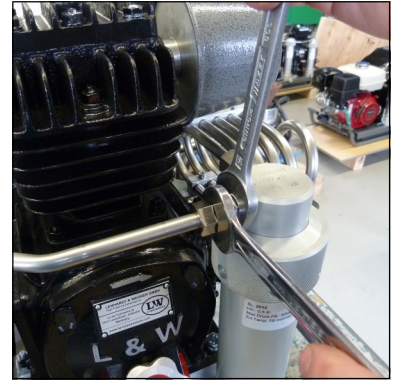

Abb. 1 - Rohrleitungsverschraubung Wasserabscheider lösen
- Rohrleitungsverschraubungen festziehen (Abb. 1+2).